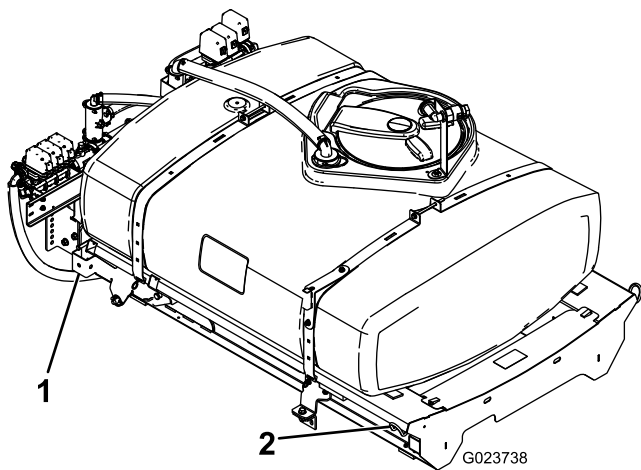

Figura 8
1. Folosind un elevator, ridicai ansamblul rezervor - supapă (Figura 8) i poziionai-l peste cadrul vehiculului, cu ansamblurile pompei i ale supapelor orientate în spate.